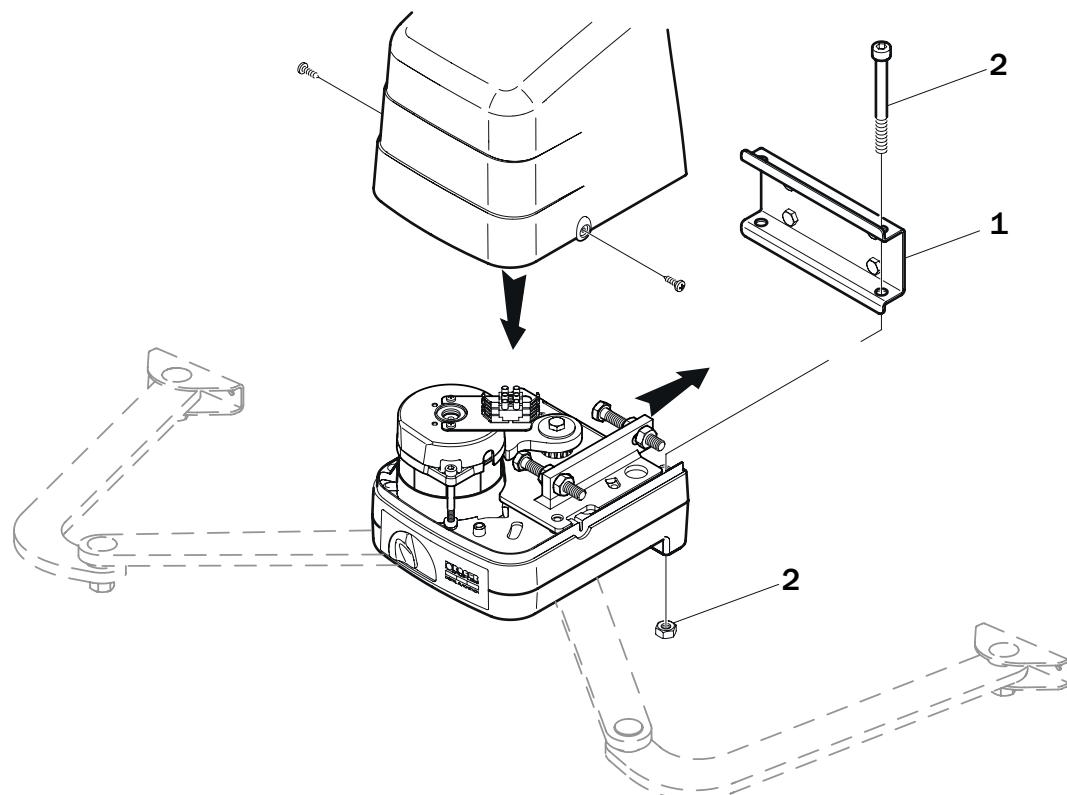

Fig. 1
- El motor con brazos articulados de la serie BH23 puede instalarse indistintamente a la derecha o a la izquierda, orientándolo como se muestra en la fig. 1.
- Fije el motor BH23 al soporte trasero KT209 con los tornillos suministrados, como se muestra en la fig. 1.
- Der Motor mit Gelenkkästen Baureihe BH23 kann sowohl rechts als auch links installiert werden und ist wie in Abb. 1 gezeigt auszurichten.
- Den Motor BH23 am hinteren Bügel KT209 mit den im Lieferumfang enthaltenen Schrauben befestigen, wie in Abb. 1 gezeigt.
- O motor com braços articulados série BH23 pode ser instalado tanto à direita ou à esquerda, orientando-o conforme mostrado na fig. 1.
- Fixe o motor BH23 ao suporte traseiro KT209 com os parafusos fornecidos conforme indicado na fig. 1.